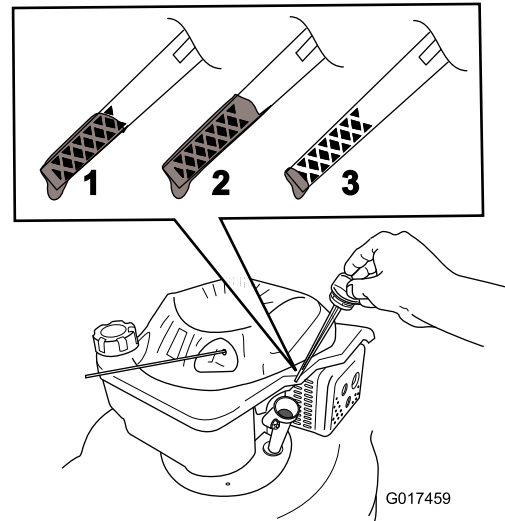

Figura 11
2. Retire la varilla (Figura 11).
5. Retire la varilla y observe el nivel de aceite; consulte Figura 11.